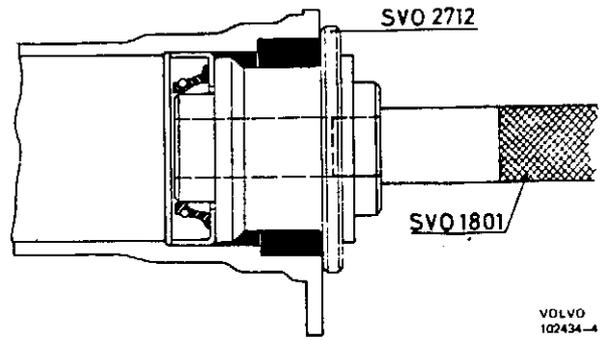

Abb. 25. Einbau des inneren Dichtringes
12. Inneren Dichtring mit der Abziehvorrichtung SVO 2728 herausziehen (Abb. 13). Neuen Dichtring mit dem Dorn SVO 2712 einpräsen, der diesen zwangsläufig auf richtigen Sitz im Gehäuse treibt (Abb. 25). Der Dichtring darf auf keinen Fall so weit getrieben werden, daß er am Sitz aufliegt.